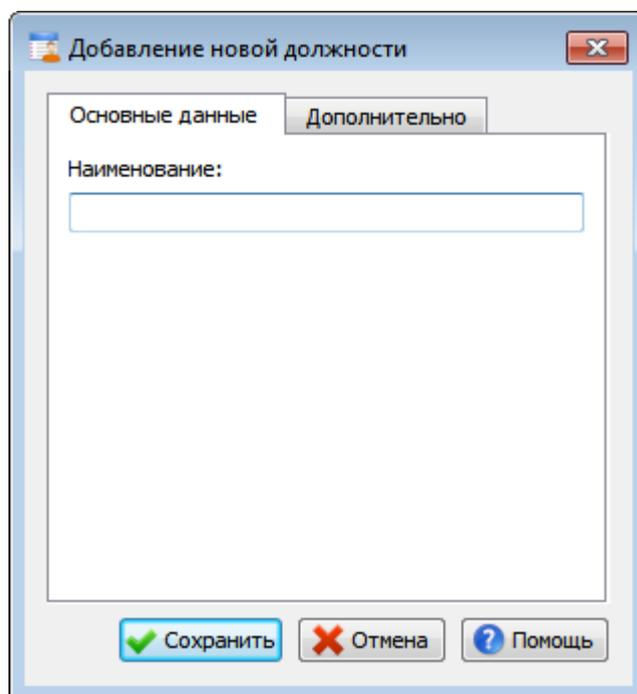

Рис. 78
- Нажмите на кнопку . На экране появится окно «Добавление новой должности» (Рис. 78).